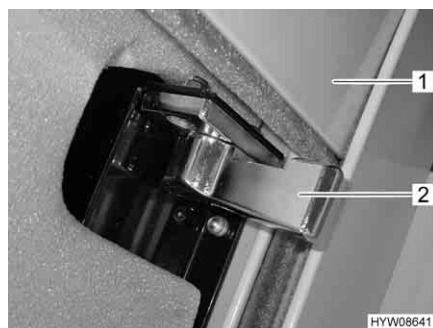

Fig. 30 Chiusura di sicurezza (oscurante a rullo)
- Premere e tenere premuto il pulsante basculante (Fig. 28,1 o Fig. 29,1) finché l'oscurante a rullo (Fig. 30,1) ha raggiunto la posizione più alta.
- Sui entrambi i lati, ruotare spingendo indietro (Fig. 30) la chiusura di sicurezza (Fig. 30,2).